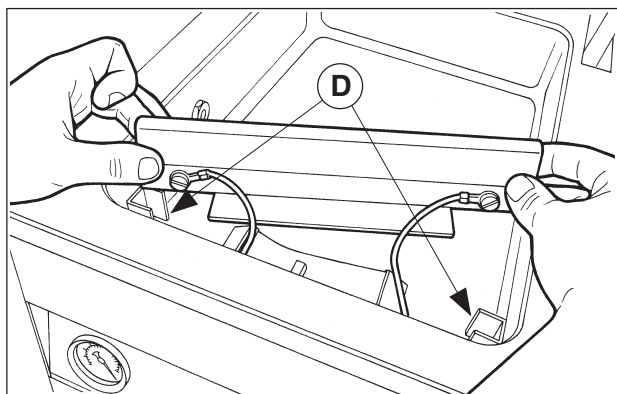
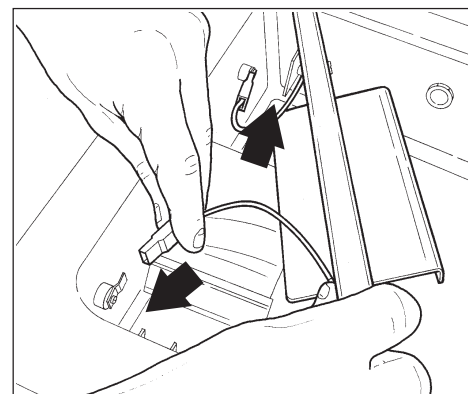

Fig. 6
Fig. 7
- 5) Riporre la barra nelle guide (D - Fig. 6) ricollegando i cavetti solidamente agli attacchi (Fig. 7).